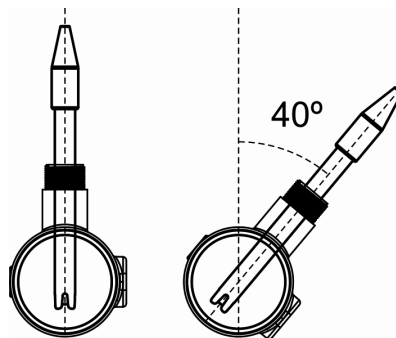

Fig. 13
4. Instalar sempre o sensor de pH referivelmente na posição vertical ou com uma inclinação máxima de 40° (Fig. 13).